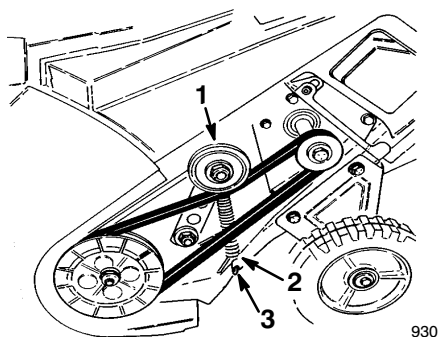

**Figure 10**
5. Tirer légèrement le galet tendeur vers le haut, tirer la courroie vers l'extérieur pour la dégager, et laisser le galet tendeur redescendre à côté de la courroie (Fig. 10).
6. Faire tourner le rotor pour dégager progressivement la courroie de la poulie du rotor. La courroie devrait ensuite s'enlever sans difficultés de la poulie motrice (Fig. 10).
7. Mettre la courroie neuve en place sur la poulie motrice. Glisser la courroie sur la poulie du rotor, la maintenir en place et faire tourner le rotor jusqu'à ce que la courroie soit complètement chaussée sur la poulie (Fig. 10).